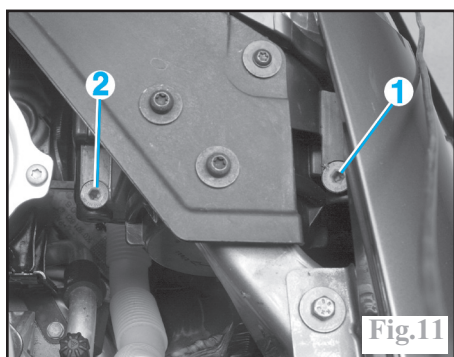

Fig.11
- Sur la vis (1) pour le réglage latéral (Fig.11).
- Sur la vis (2) pour le réglage en hauteur.